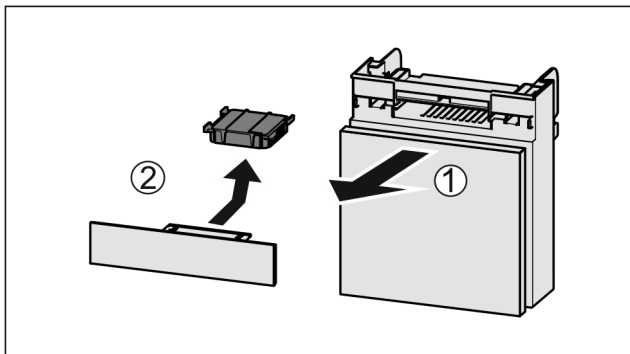

Fig. 75
- Fach nach vorne herausziehen Fig. 75 (1).
- Aktivkohlefilter entnehmen Fig. 75 (2).